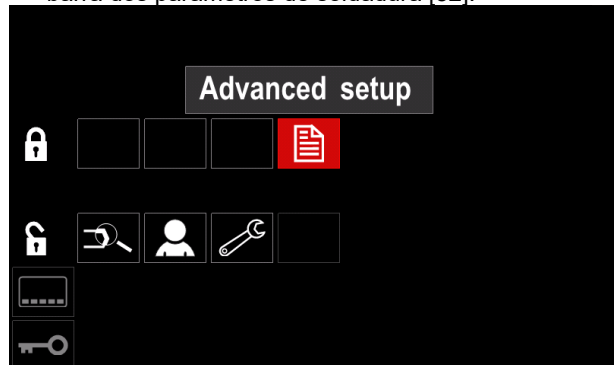

Figura 55
- Prima o botão direito [44]. O ícone do parâmetro escolhido desaparecerá da parte inferior do visor (figura 55). Este parâmetro desapareceu também da barra dos parâmetros de soldadura [52].